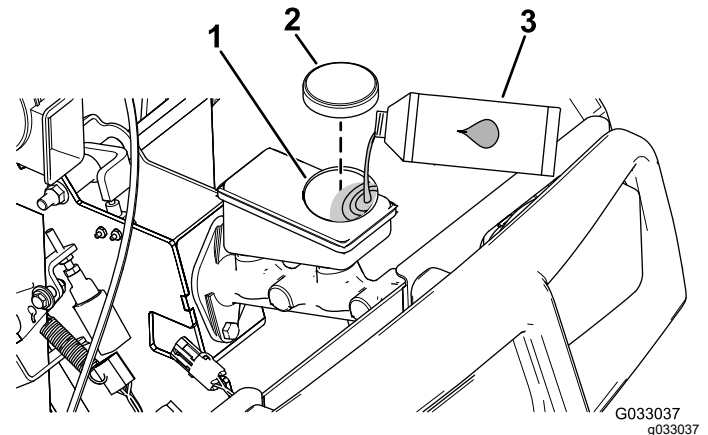

図 67
4. フードを持ち上げてブレーキのマスターシリンダとブレーキ液タンクにアクセスできるようにする 図 67。